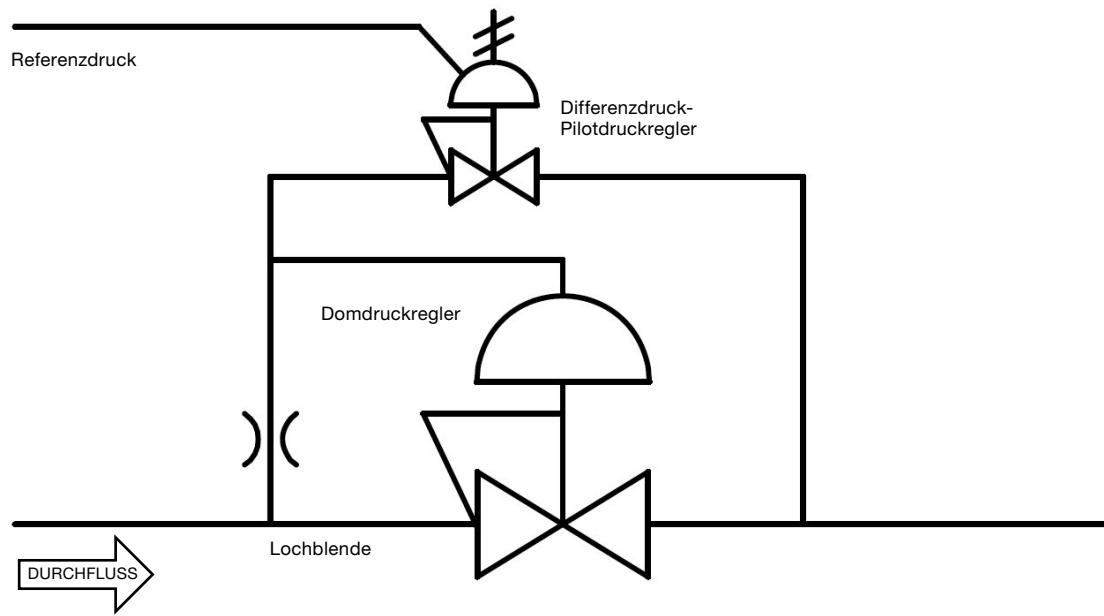

Abbildung 3
- **Differenzdruck-Pilotsteuerung.** Bei diesem Aufbau kann eine Referenzdruckleitung an den integrierten Vorsteuerregler angeschlossen werden (Abbildung 3). Der Pilotregler kann dann eingestellt werden, um einen Vorsteuerdruck zu erzeugen. Der Hauptregler hat dann einen Einstelldruck, der dem Referenzdruck plus dem Vorspanndruck entspricht.